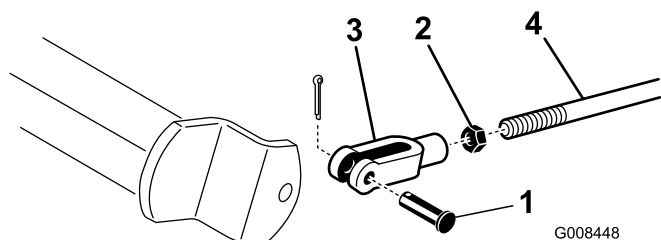

Figura 53
2. Nel caso in cui i freni non si blocchino in modo uniforme, togliete la coppiglia ed il perno del cavallotto per scollegare le aste dei freni (Figura 53).
3. Allentate il controdado e regolate il cavallotto come opportuno (Figura 53).
4. Montate il cavallotto sull'albero del freno (Figura 53).